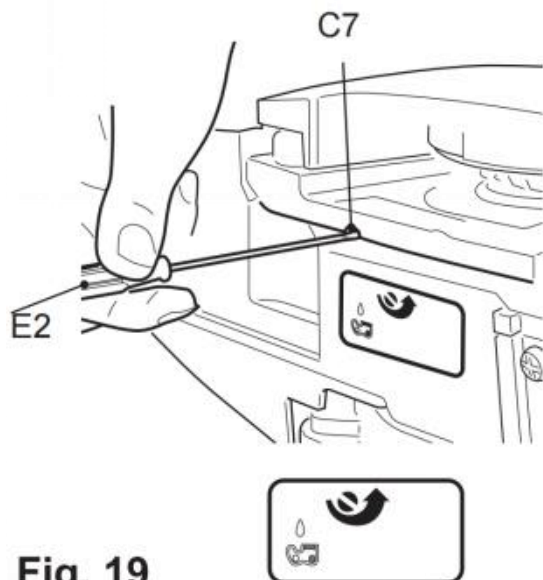

Fig. 19
- 4) Tournez la vis de réglage (C7) du graisseur située au bas du produit pour régler le débit d'huile de la chaîne avec l'outil multifonction (E2) (Fig. 19).